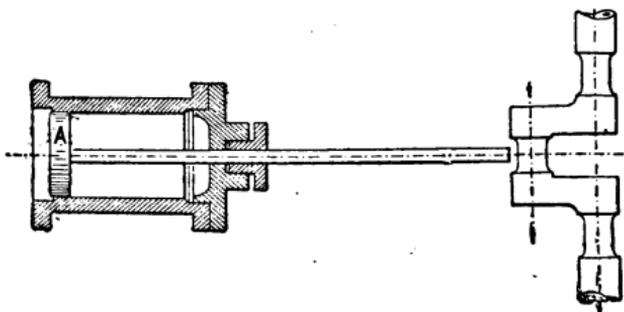

Fig. 423.
*Assemblage, montage d'une machine à vapeur prête à fonctionner.* Mettre le bâti de niveau, ajuster les coussinets des paliers, les aléser autant que possible sur place et les finir complètement, puis monter le cylindre à vapeur bien de niveau avec les coussinets et dans l'axe de la glissière. Cette opération terminée, on perce les trous d'assemblage du cylindre au bâti; on présente l'arbre manivelle sur ses coussinets en mettant bien dans l'axe du cylindre le maneton de l'arbre manivelle qui doit recevoir la bielle. Pour vérifier cet axe (fig. 423), on monte dans le cylindre un faux piston A monté sur une fausse tige de piston de la longueur nécessaire pour se présenter au maneton (voir *Croquis*).